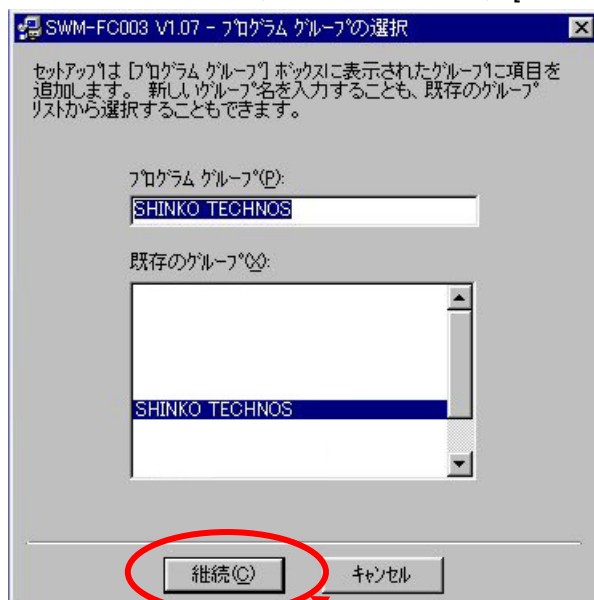

図1.2-10
- (9) モニタソフトのプログラムグループを選択してください。(図1.2-10)